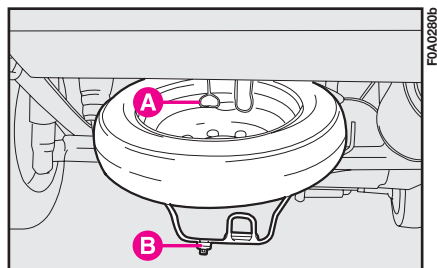

fig. 14a
**1)** Sistemare la ruota forata nell'apposito supporto sotto il pianale ed agganciare il cavetto di sicurezza **A**-fig. 14a nella relativa molletta **B**.